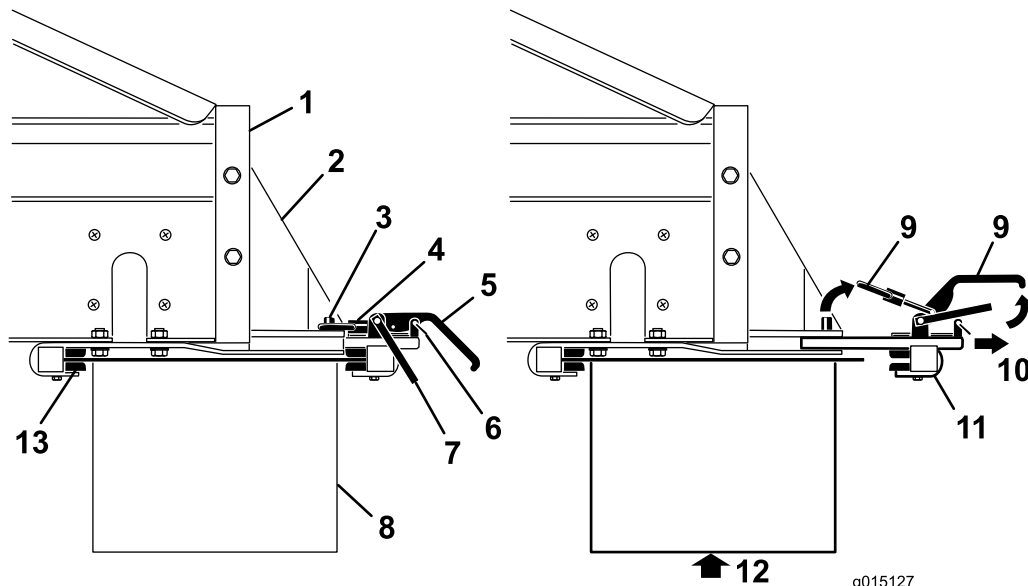

図 29
1. クランプのハンドルから、安全ラッチクリップを外す（図 29）。
- 安全ラッチを立て、アタッチメント側のクランプハンドルを開いてロックピンからロックリングを外す (図 29)。
- クイックアタッチスロットから、後クランプアセンブリを引き出す (図 29)。
- 誰かに補助してもらってツインスピナーを持ち上げ、スピナーの前端を MH-400 の下の前クランプブラケットにセットする (図 29)。
- ツインスピナーを持ち上げたまま、後クランプアセンブリをクイックアタッチスロットに戻し、スピナーの後端部にセットする (図 29)。
- クランプのハンドルに、安全ラッチクリップを元通りに取り付ける (図 29)。